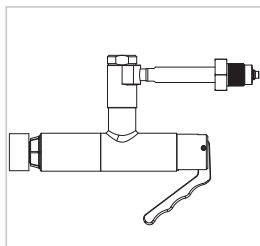

Abbildung 2
- ▶ Lassen Sie den Handhebel (Pos. 2) los. Der Adapter zieht sich selbstständig an den Prüfling an und stellt eine druckdichte Verbindung her. (Abbildung 2).